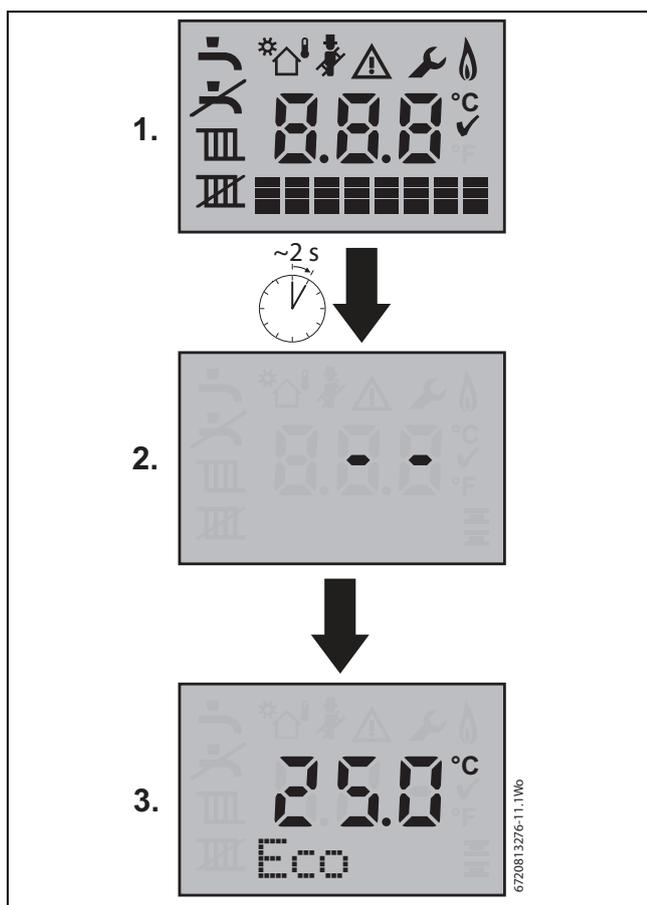

Fig. 52 Pantalla inicial de la caldera
- ▶ Activar el suministro principal de corriente; se visualizará primero la “pantalla de inicio de la caldera” (véase la fig. 52).